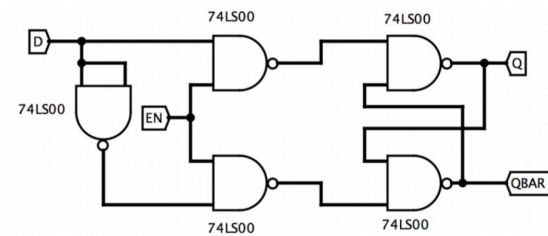

Figura 1: Flip-flop D-latch
2) Si è montato il circuito come in figura 1, e abbiamo ottenuto la tabella di verità, inoltre abbiamo verificato che l'ingresso ENABLE è di predefinito INSERIRE COME È L'INGRESSO DI DEFAULT!